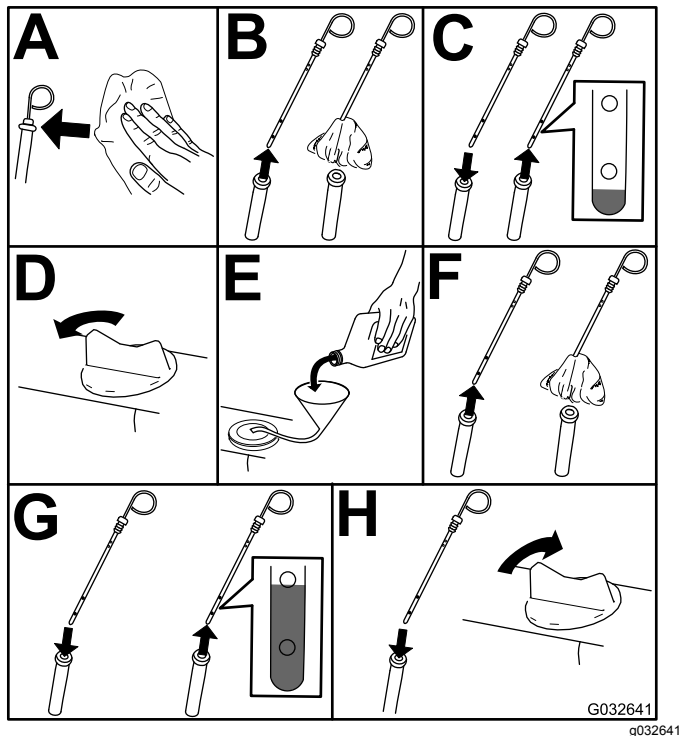

Figura 62
3. Compruebe el nivel de aceite del motor (Figura 62).